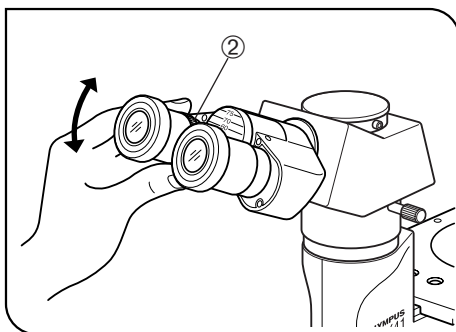

Fig. 12
2. Enquanto olha pela ocular esquerda com o olho esquerdo, rode apenas o anel de ajuste de dioptrias ② para focar a amostra. (Fig. 12)